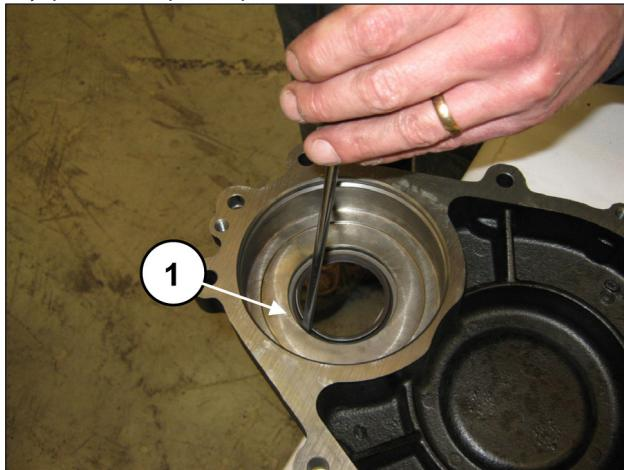

Рис. 11
Снимите сальник с крышки редуктора, действуя с внутренней стороны крышки (поз. ①, Рис. 11).